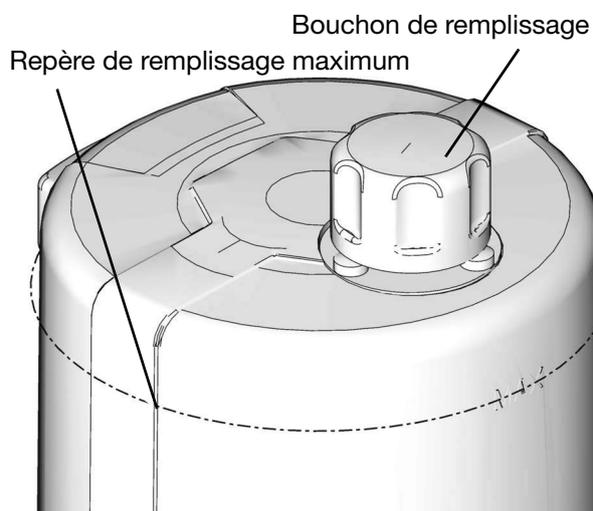

FIG. 25
- Ne pas trop remplir (FIG. 25).
1. Retirer le bouchon de remplissage (FIG. 25).
2. Verser l'huile dans le réservoir jusqu'au repère de remplissage maximum (FIG. 25).
3. Remettre le bouchon de remplissage en place et le serrer fermement à la main (FIG. 25).